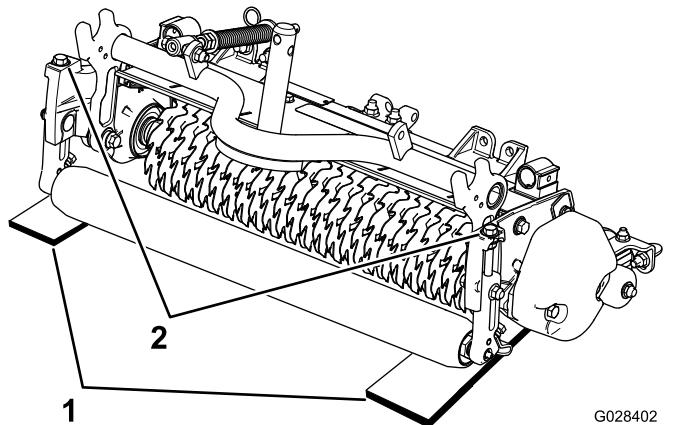

Figura 9
2. Collocate due spessori alti quanto la profondità di penetrazione desiderata sotto i rulli anteriore e posteriore del verticutter su entrambi i lati del cilindro (Figura 9).
3. Girate ogni bullone di regolazione sulla staffa dell'altezza di taglio (Figura 9) fino a quando le lame del verticutter non toccano il suolo a entrambe le estremità.